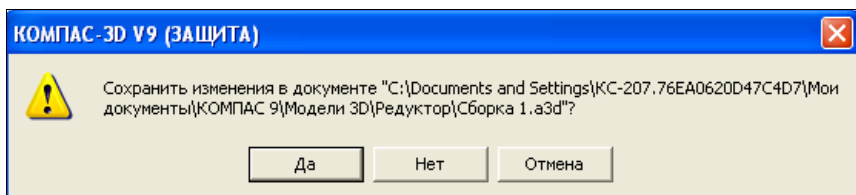

Рис. 21.25. Диалоговое окно с предложением
- ◆ вызовите команду **Файл ► Заккрыть** или нажмите кнопку **Заккрыть** в окне модели. Система выводит на экран диалоговое окно с предложением сохранить изменения в Сборке 2 (рис. 21.25);